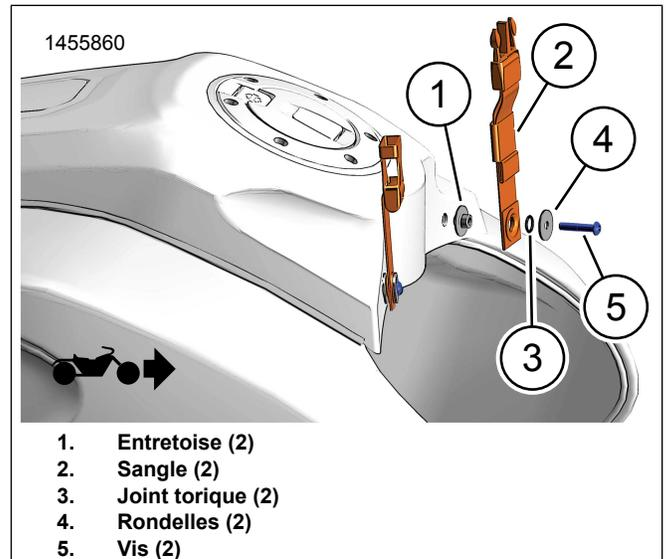

Figure 3. Installation de la sangle avant
1. Figure 3 Installer les sangles de fixation sur la console de réservoir.
- a. Figure 3 Installer les entretoises (1), la sangle de montage (2), le joint torique (3), la rondelle (4) et la vis (5).